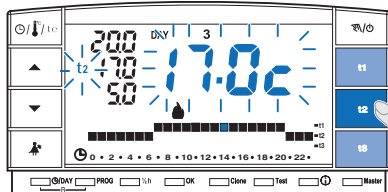

fig. 20
- Pulsar la tecla (t1 o t2 o t3) correspondiente al set de temperatura que se desea modificar: el correspondiente índice de temperatura (t1 o t2 o t3) y las cifras centrales grandes parpadean (las cifras centrales grandes parpadeantes indicarán la temperatura de set configurada) (fig. 20).